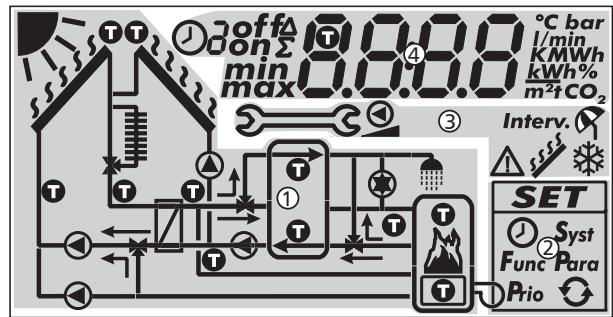

Fig. 8: Vista general de las áreas de la pantalla (todos los elementos visibles)
La siguiente tabla describe los símbolos en el gráfico de sistema (① en Fig. 8).
El menú de configuración (② en Fig. 8) contiene las siguientes entradas:
La siguiente tabla describe los pictogramas para funciones (③ en Fig. 8).
La indicación de los valores operativos y de ajuste (④ en Fig. 8) consta de los siguientes elementos:
①	Símbolo para el control por tiempo de funciones. El símbolo se indica si: <ul style="list-style-type: none"> • Se ajusta una limitación/control por tiempo • Se indica el estado de la limitación/control por tiempo • La limitación por tiempo bloquea un control de temperatura (símbolo parpadea)
②	Número de la ventana de tiempo que en este momento se está ajustando/indicando en el menú de configuración o en la que se encuentra la hora actual. El control por tiempo de una función consta de 1 ó 3 ventanas de tiempo ajustables. Ejemplo: Ventana de tiempo 1: 06:00 – 08:00 Ventana de tiempo 2: 11:00 – 12:30 Ventana de tiempo 3: 17:00 – 19:00
③	Informaciones adicionales: on, off: estado de conmutación/condición de conmutación encendido, apagado max, min: valor máximo , valor mínimo Σ: valor operativo sumado desde la primera puesta en servicio, no reseteable Δ: valor operativo sumado desde el último reseteo a 0
④	Se indica el símbolo si al ajustar una función se selecciona un sensor de temperatura.
⑤	Indicación de: <ul style="list-style-type: none"> • Valores de medición • Valores de ajuste • Códigos de error • Otras informaciones, p. ej. versión de software
⑥	Unidad física del valor indicado en ⑤: °C, K, l/min, %, h, kWh, MWh, tCO ₂